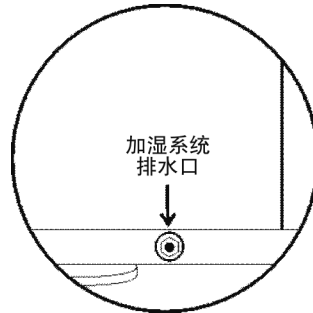

图 7-1. RH 排水口
5. 将接头的另一端连接至位于可折叠式储存区门下方的快速连接排水口。请参阅图 7-1。让水排出。这要花几分钟的时间。